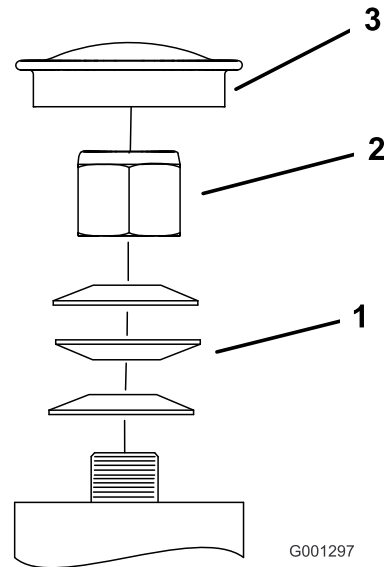

Figura 70
3. Retire el tapón guardapolvo de la rueda giratoria y apriete la contratuerca (Figura 70).
4. Apriete la contratuerca hasta que las arandelas de muelle estén planas, luego afloje ¼ de vuelta para establecer la pre-carga correcta de los cojinetes (Figura 70).
Importante: Asegúrese de que las arandelas de muelle están correctamente instaladas, según se muestra en Figura 70.
5. Coloque el tapón anti-polvo (Figura 70).